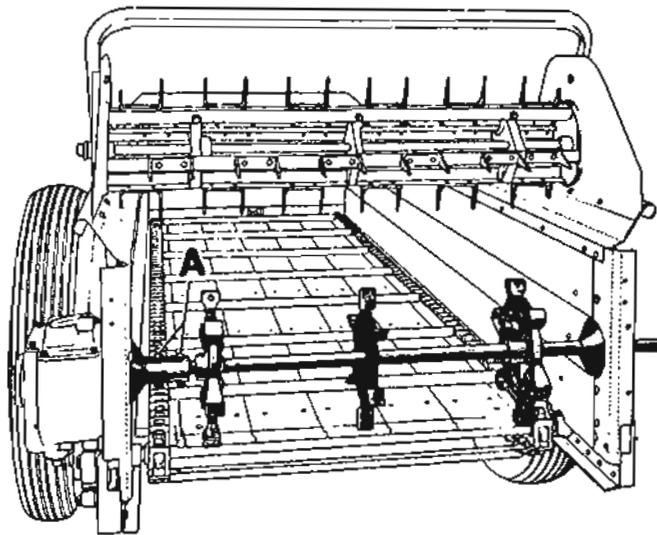

Fig. 2
*Desmenuzador.* Consiste en dos batidores, de distinto diámetro, uno superior y otro inferior que giran con velocidades diferentes y desmenuzan el material (fig. 2).